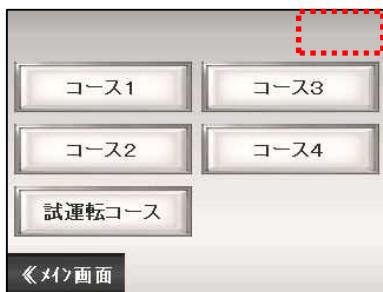

図 7-33
- 修正画面の左上隅を3秒間押すとプログラムクリア画面に切り替えます。(図 7-33)